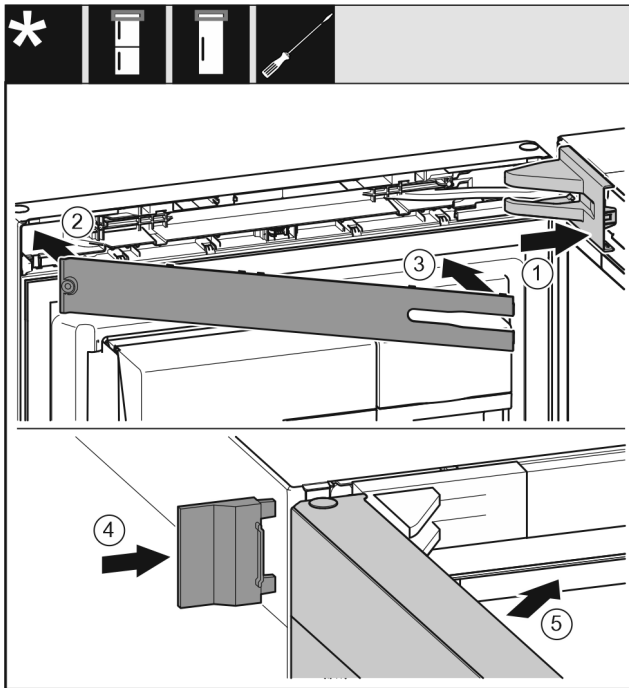

Fig. 22
- ▶ Aseta laakeripukin suojuksen paikalleen, anna sen lukittua ja paina osia tarvittaessa varovasti erilleen toisistaan. Fig. 22 (1)
- ▶ Aseta paneeli paikalleen. Fig. 22 (2)
- ▶ Käännä paneeli sisään ja anna sen lukittua. Fig. 22 (3)
- ▶ Työnnä ulompi paneeli paikalleen. Fig. 22 (4)
- ▶ Sulje ylempi ovi. Fig. 22 (5)